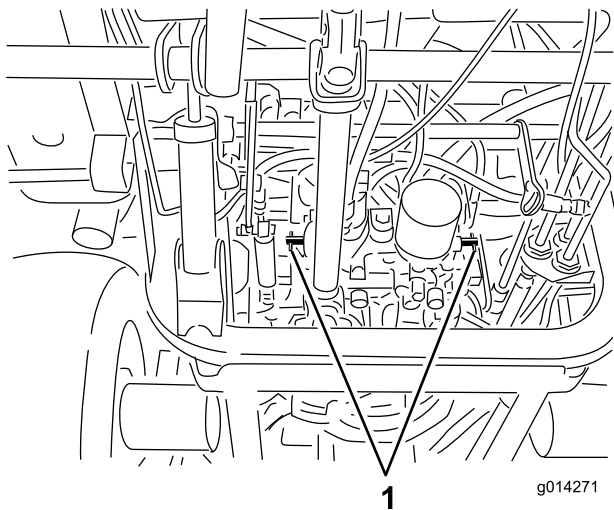

図 28
4. 各バイパスバルブを左回りに1回転させる（図 28）。
各バイパスバルブを右に1回転させて手締めする（おおよそ 8 Nm）（図 28）。